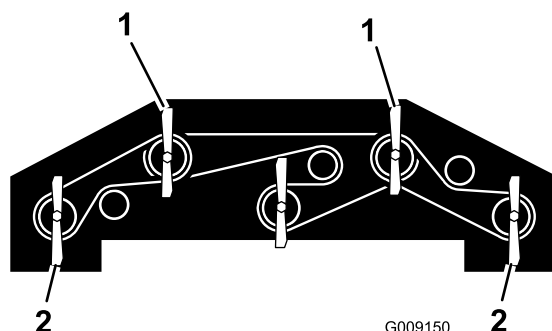

Figura 93
1. Gire las 2 cuchillas delanteras exteriores y las cuchillas de las alas hasta que estén orientadas hacia adelante/atrás (Figura 93).